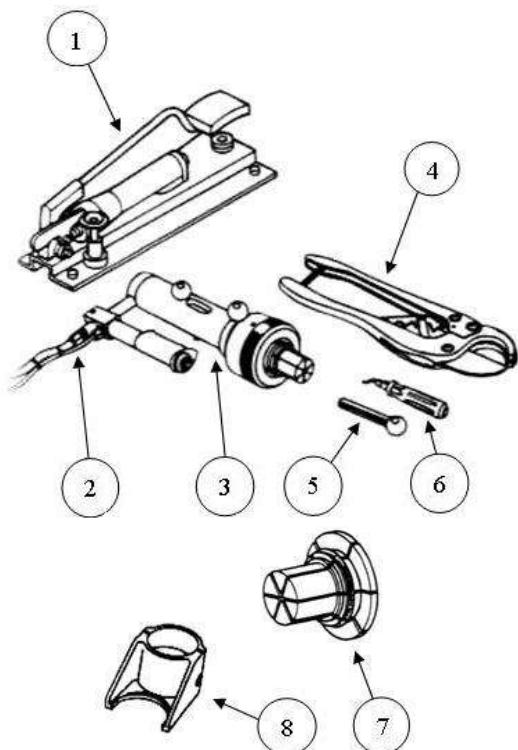

Рис. 3. Механико-гидравлический инструмент RAUTOOL H/G1
2.1.2. Механико-гидравлический инструмент RAUTOOL H/G1 для монтажа соединений с помощью подвижных гильз и принадлежности к нему (см. рис. 3). Применяется для монтажа труб PE-X-а Ø 40-110 мм.